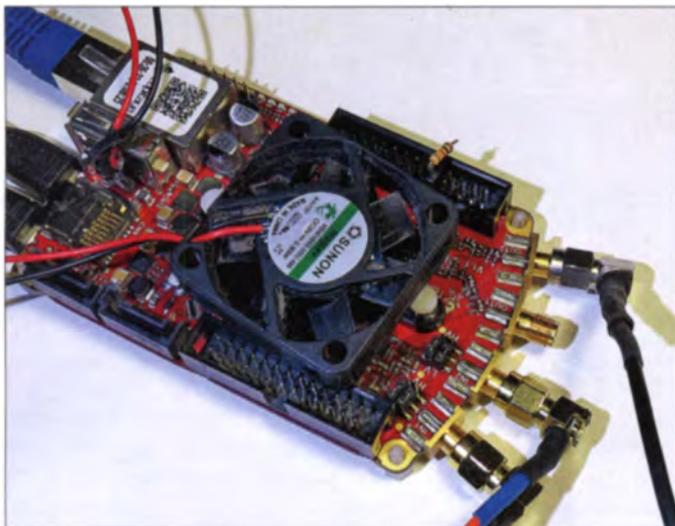

Bild 1: Red-Pitaya-Board im Einsatz, hier mit einem aufgelegten Lüfter zur Kühlung des Prozessors
Bild 1: Dämpfungsglied und BCC-Preselektor sind Bestandteile des beschriebenen Versuchsaufbaus, mit dem das Prinzip der Frequenzteilung mit Mischstufen untersucht wurde. Im Vordergrund ist die auf einer Lochrasterplatte aufgebaute Testschaltung zu sehen.
Mit diesem Hardwareaufbau (Bild 1) konnte ich die Eigenschaften des 2:1-Frequenzteilers untersuchen. Es zeigte sich, dass die Schaltung kritisch auf Übersteuerungen des 20-dB-Nachverstärkers MAR-6 reagiert und die Pegel auf wenige Dezibel genau einzustellen sind. Es muss darauf geachtet werden, dass Mischer und Nachverstärker geringfügig in die Kompression gelangen und der Eingangspegel (RF) des Diodenmischers nicht den Datenblattwert von +1 dBm überschreitet.